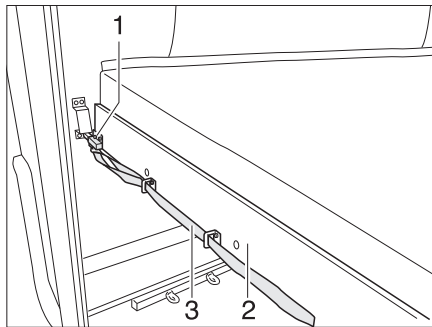

Bild 141 Etagenbett (Heck)
- An der Schlaufe (Bild 141,3) ziehen und den Riegel (Bild 141,1) lösen.
- Den Lattenrost (Bild 141,2) mit der Matratze nach vorn ziehen, bis er einrastet.